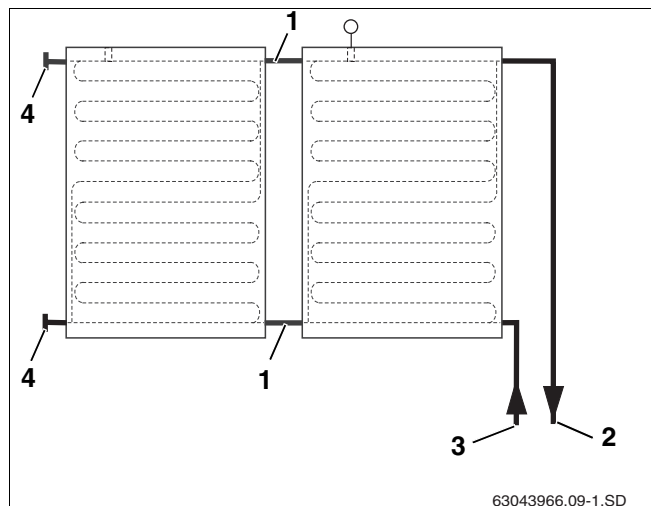
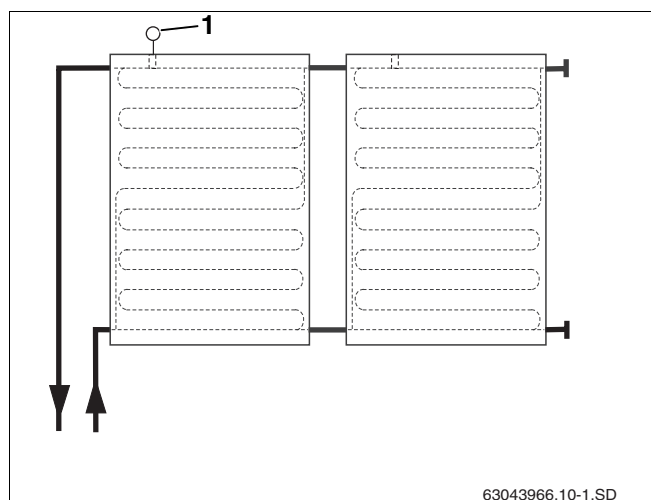

Fig. 39 Raccordement hydraulique à droite jusqu'à maxi. 5 capteurs
Fig. 40 Raccordement hydraulique à gauche jusqu'à maxi. 5 capteurs
Les capteurs doivent être montés de manière à ce que la gaine de réception de la sonde du capteur (fig. 40, pos. 1) soit orientée vers le haut.
Les conduites de raccordement hydrauliques peuvent être raccordées à droite (fig. 39) ou à gauche (fig. 40). Dans cette notice, les schémas illustrent des exemples de raccords à droite.
Vous pouvez effectuer le raccordement simple pour un champ de 5 capteurs maxi. (fig. 39 et fig. 40).